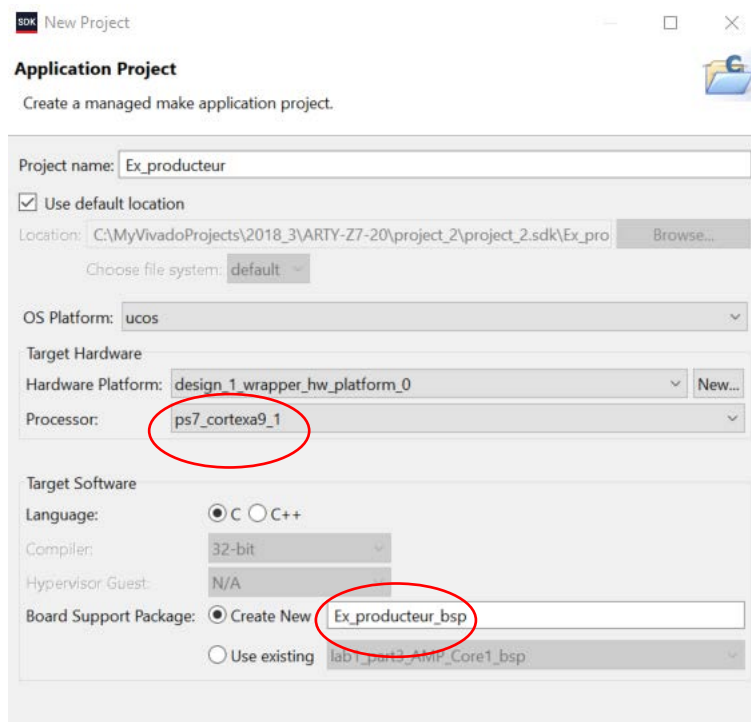

Figure 10
- i) Quand vous créez l'application, **mettez-la sur ps_cortex9_1** (Figure 10) et non sur ps_cortex9_0.